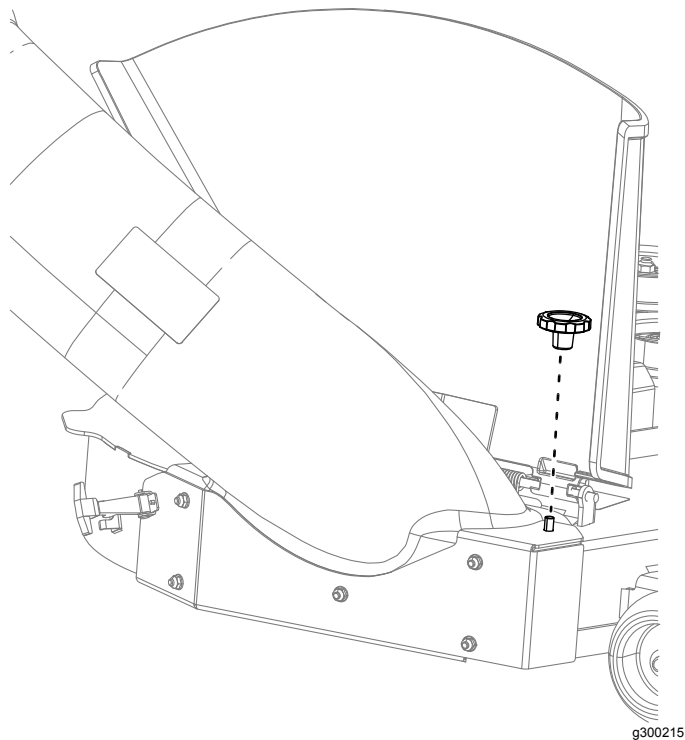

Figura 19
2. Instale o novo abafador de corte de recolha no mesmo local no cortador que o abafador removido anteriormente (Figura 19).
5. Instale o abafador frontal na frente da plataforma do cortador utilizando uma porca (5/16 pol.) e um parafuso de carroçaria como se mostra na Figura 19.
6. Prenda a calha à plataforma do cortador com o manípulo manual (Figura 19).
7. Aperte à mão o manípulo para prender a calha à plataforma do cortador (Figura 19).